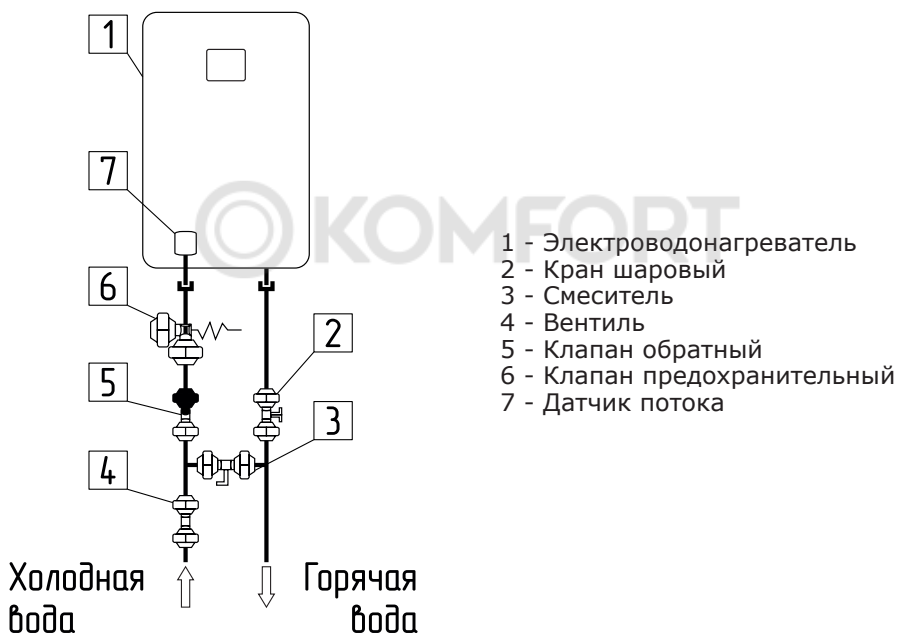

Рис.5 Схема гидравлическая принципиальная
- Подсоединить электроводонагреватель к системе водоснабжения согласно гидравлической схемы (рис.5).